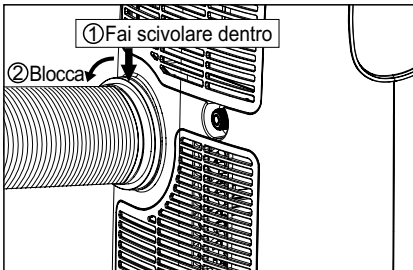

Fig.4
3. Installare il connettore B nell'unità (Fig.4).